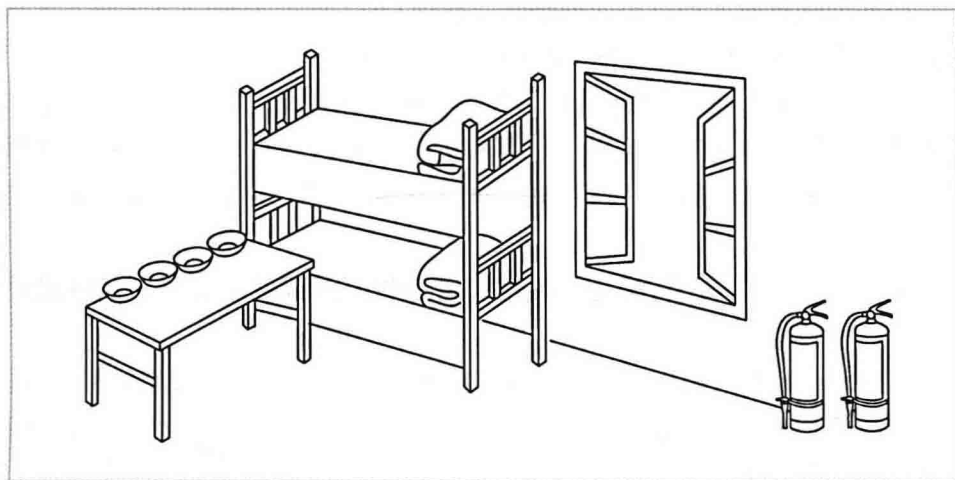

图 1-10 工地临时宿舍保持整齐、清洁
7. 工地临时宿舍应被褥整齐，个人用品按次序摆放，衣服勤洗勤换。污水不乱倒，保持室内外清洁（图 1-10）。